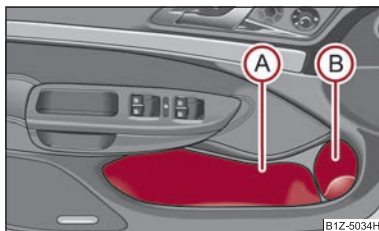

Fig. 95 Compartimentul de depozitare din portierele față
Pentru a nu limita spațiul de desfacere a airbagului lateral, utilizați zona (A) ⇒ fig. 95 a compartimentului de depozitare numai pentru depozitarea obiectelor care nu ies în afară. ■